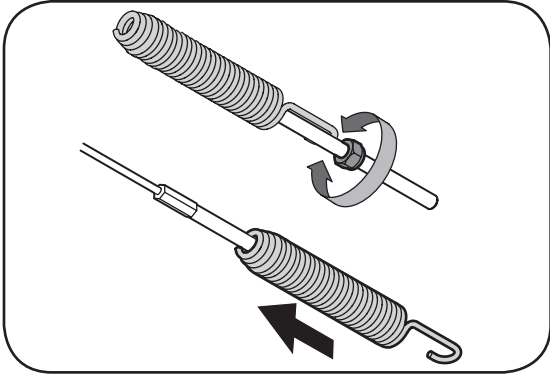

Figure 13
- Poussez le raccord du câble dans l'extrémité du ressort pour dégager l'écrou de blocage. Voir la Figure 13.
- Desserrez l'écrou de blocage qui se trouve sur le câble de la commande de l'entraînement et dévissez le câble d'un tour complet. Voir la Figure 13.